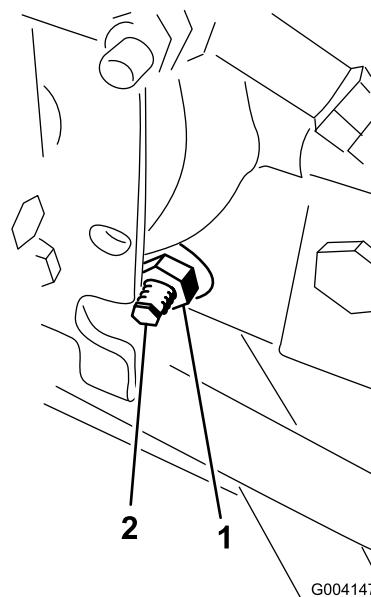

Figura 56
3. No lado direito do hidrostato, solte a porca de bloqueio no excêntrico de ajuste da tração (Figura 56).